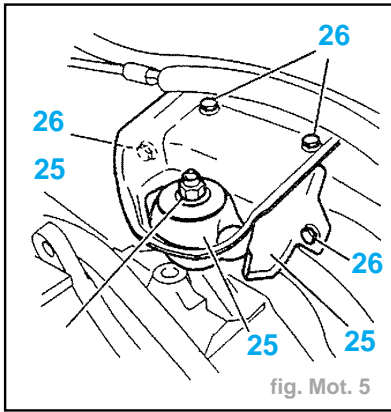
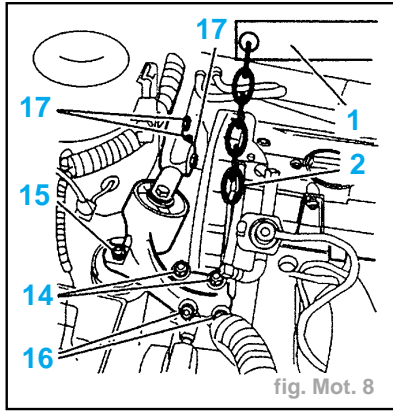

fig. Mot. 5
fig. Mot. 8
- Déposer (fig. Mot. 5) :
- l'écrou (25),
- les vis (26),
- le support (27) muni de la cale élastique (28).
- Soutenir le moteur à l'aide du palonnier (1) et des chaînes de levage (2) (fig. Mot. 8).
- Déposer fig. Mot. 8) :
- les écrous (14) et (15)
- les vis (16)
- les 3 vis de fixation (17),
- le support (27), muni de la cale élastique (28).